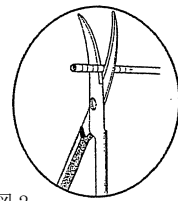

図2
2. FAST-FIX ペネトレーションリミターを、目盛りを参考に、適当な長さに切る。（図2参照）